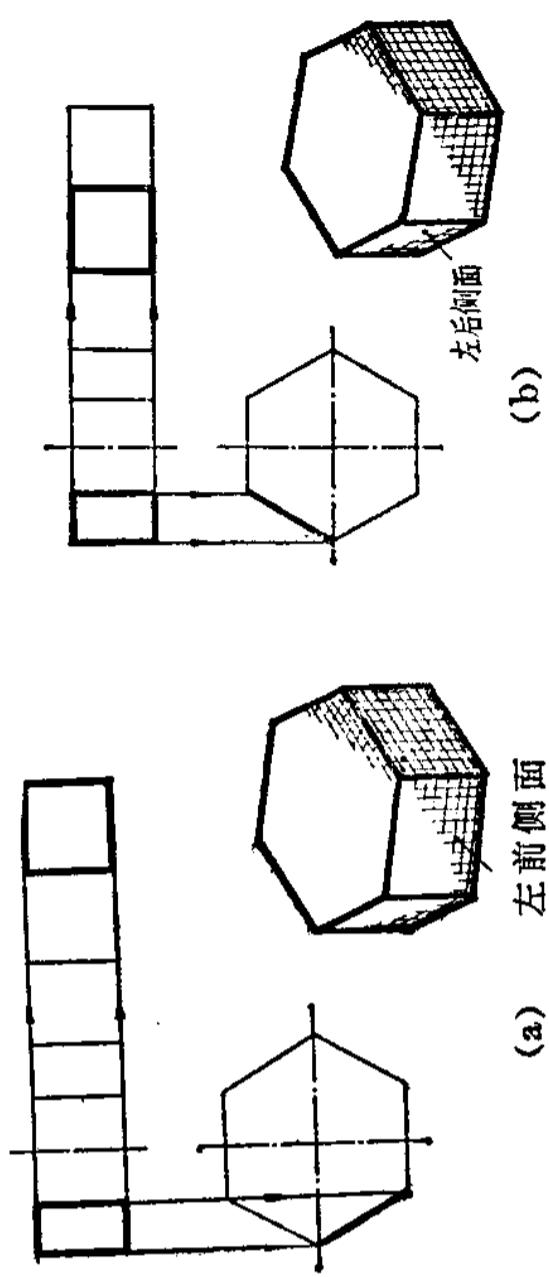

图 1-22
(2) 一个视图是直线，另两个视图都是线框，这个平面一定垂直于视图是直线的那个投影面。如图 1-22 所示，六棱柱主视图左边的小线框，用“对线条”的方法便看出俯视图相对应的是直线，左视图对应的是线框，从此断定它是垂直水平面的平面。如果俯视图所对应的是左下边的直线，左视图对应的是外边的线框，这个面就是六棱柱的左前侧面，如图 1-22(a)。如果俯视图对应的是左上边的直线，左视图对应的是里边的线框，这个平面就是六棱柱左后侧面，如图 1-22(b)。